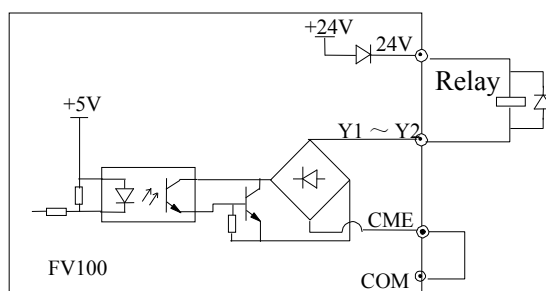

Рис. 4-13 Подключение многофункционального выхода с внутренним источником тока.
1. Для многофункциональных выходов Y1, Y2 может использоваться внутренний источник тока 24 В, подключение согласно Рис. 4-13.
5. Резисторы R на рис. 4-13 и 4-14 должны быть сняты в случае использования реле на 24 В, а сопротивление R должно быть выбрано согласно параметрам, предусмотренным для реле «не на 24В».